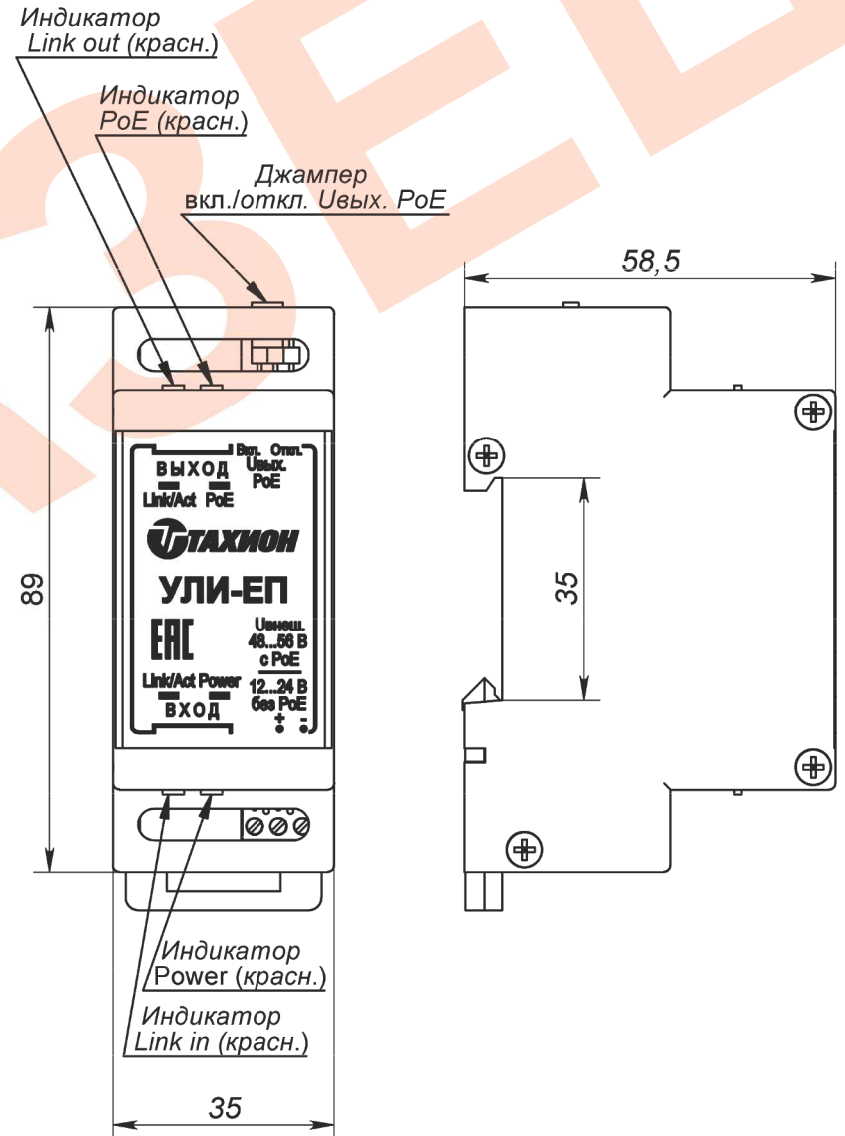

Рис.2 Внешний вид и габаритные размеры.
- Изделие выполнено в пластмассовом корпусе с креплением на 35мм DIN-рейку (см. рис.2)
- Габаритные и установочные размеры приведены на рис.2.